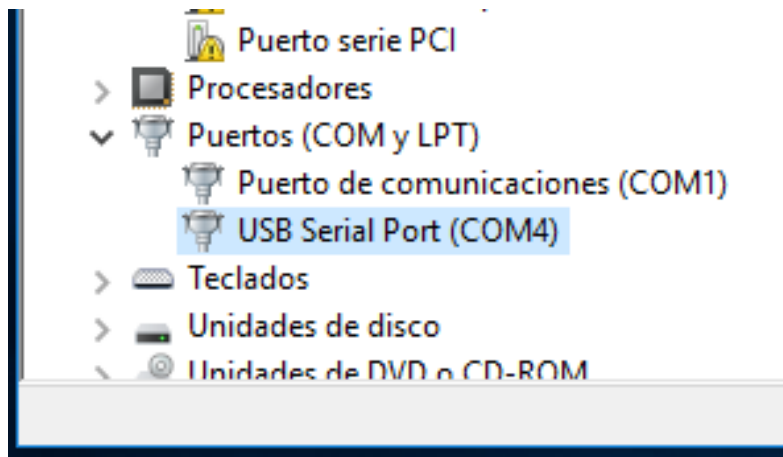

Fig. 135-Administrador de dispositivos
- 4) Dentro de la ventana del administrador de dispositivos, desplegar el menú "Puertos (COM & LPT)" y hacer doble click en el puerto serie que corresponde al iProgrammer. En el ejemplo de la Fig. 135, es el puerto "USB Serial Port (COM4)".